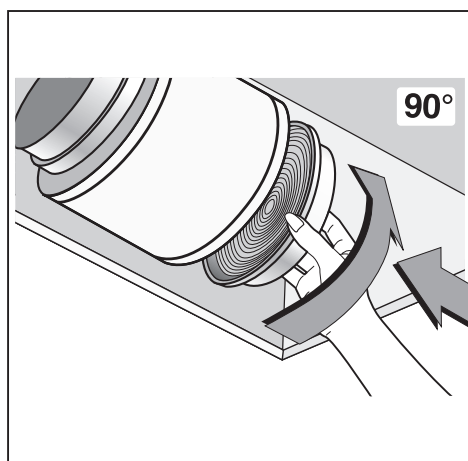
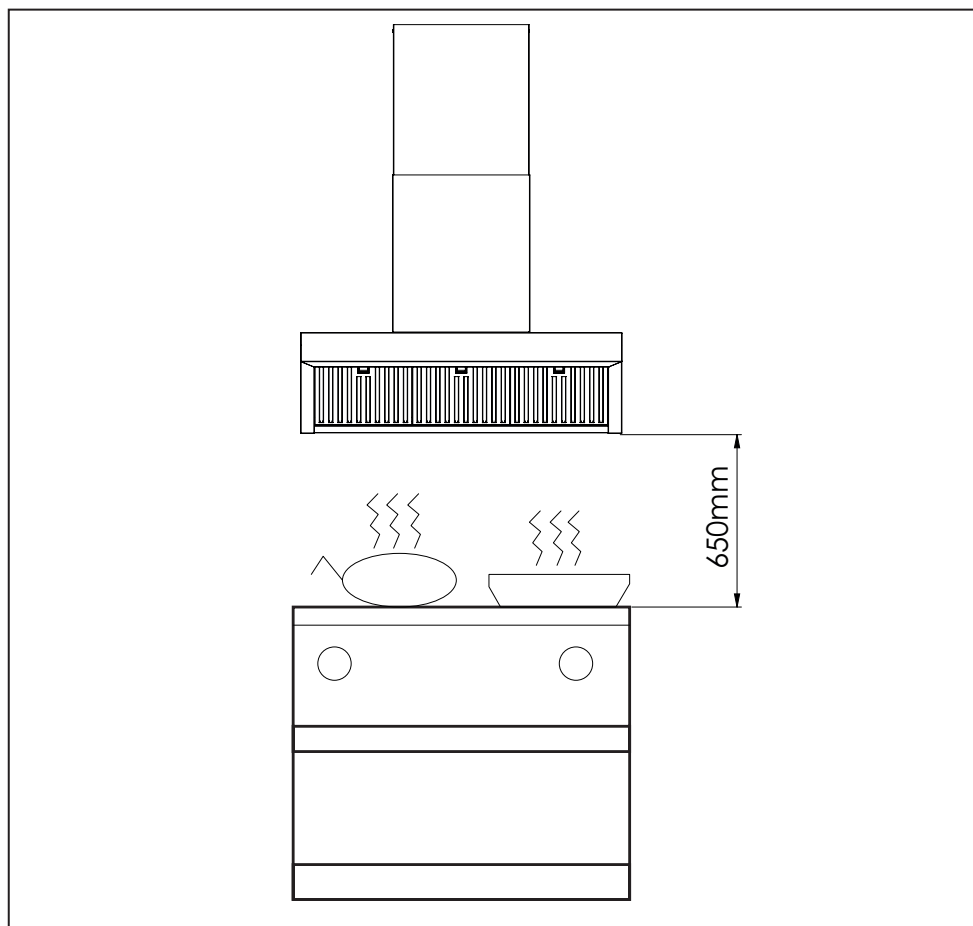

Fig.7
Fig.11
• La distanza minima fra la superficie di supporto dei recipienti di cottura sul dispositivo di cottura e la parte più bassa della cappa da cucina deve essere di almeno **65 cm** (Fig.11). Se dovesse essere usato un tubo di connessione composto di due o più parti, la parte superiore deve essere all'esterno di quella inferiore. Non collegare lo scarico della cappa ad un condotto in cui circoli aria calda o utilizzato per evacuare fumi degli apparecchi alimentati da un'energia diversa da quella elettrica. Prima di procedere alle operazioni di montaggio, per una più facile manovrabilità dell'apparecchio rimuovere il filtro/i antigrasso (Fig.7).
I filtri devono essere applicati al motore posto all'interno della cappa centrandoli ad esso e ruotandoli di 90 gradi fino allo scatto d'arresto (Fig.7).